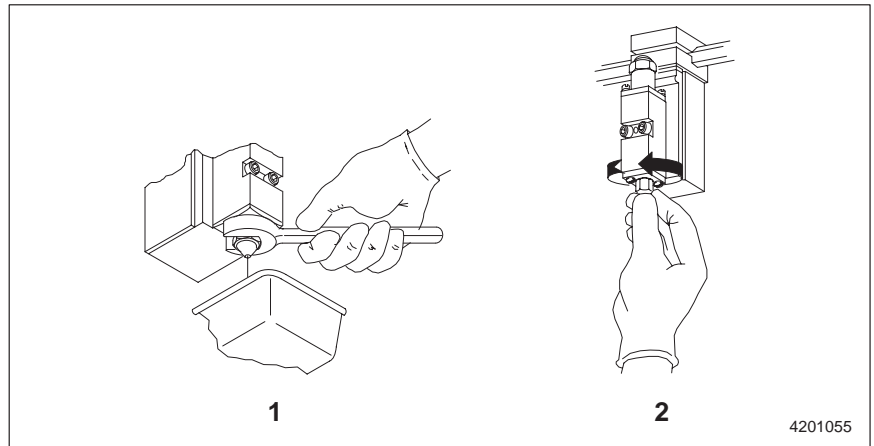

Fig. 6-5 Dépose d'une buse
3. Consulter la figure 6-5. Desserrer la buse à l'aide d'une clé à fourche (1), puis la retirer à la main (2).